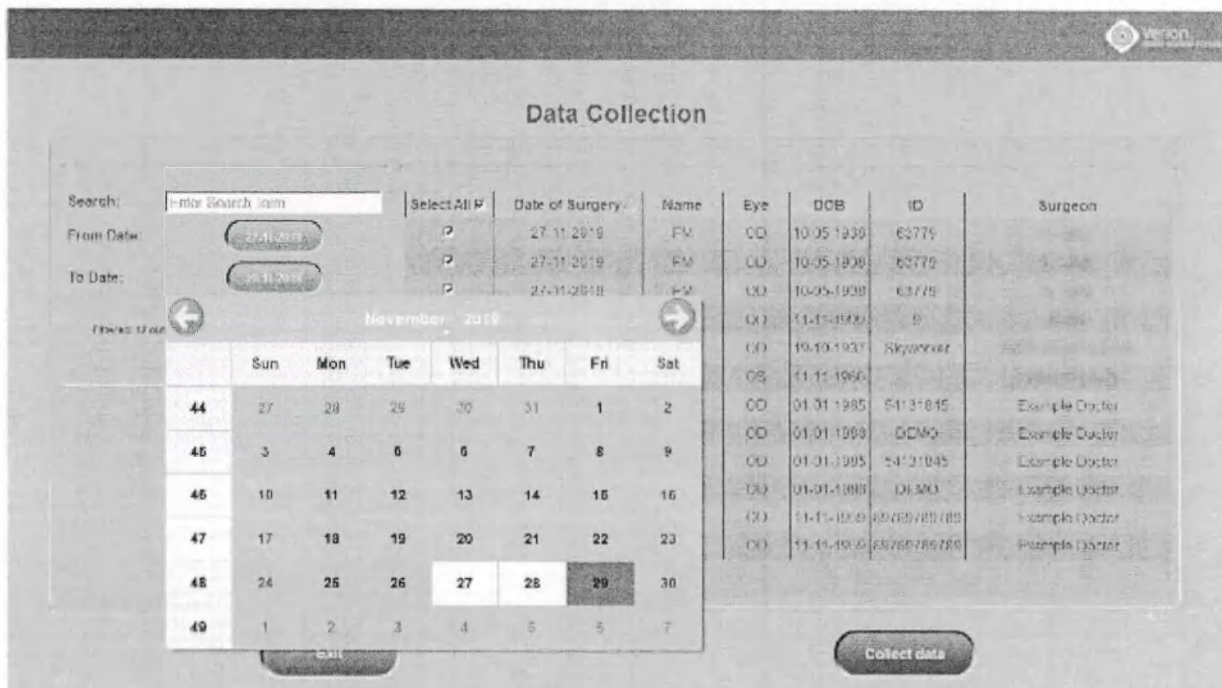

Рисунок 29. Панель календаря для сбора данных
- Отфильтруйте по диапазону дат, используя кнопки **From Date / To Date (От даты / До даты)** — откроется панель календаря, на которой можно указать даты (Рисунок 29).